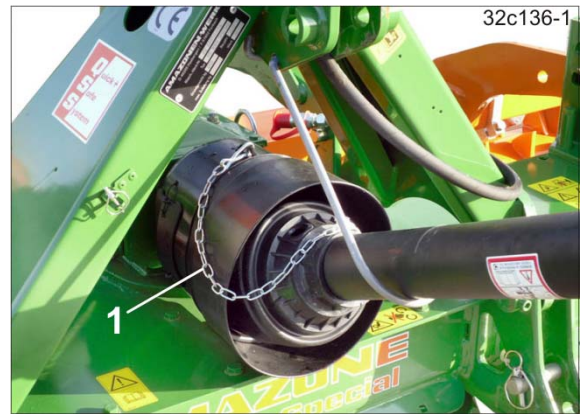

図 98
11. トラクターと機械において、プロペラシャフトガードが一緒に回転することがないようにチェーン（図 98/1）で固定してください。